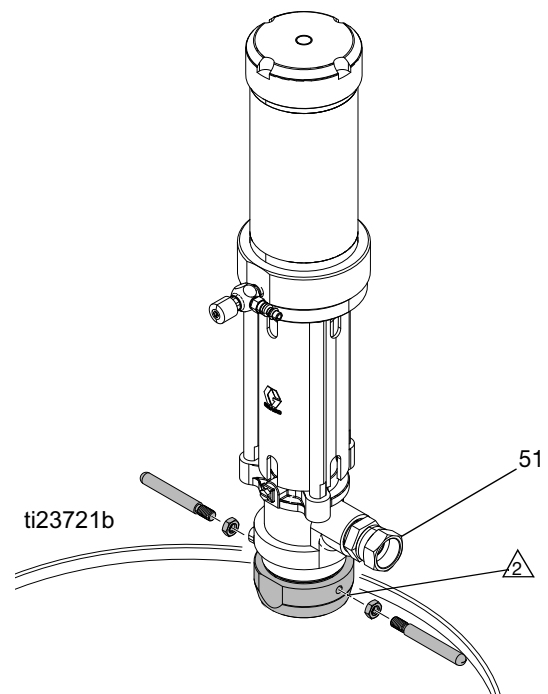

ABB. 7
4. Innendurchmesser und Gewinde des Spundlochadapters einfetten. Die mitgelieferten Griffe montieren und die Kontermuttern festziehen. Die mitgelieferten Griffe montieren und die Kontermuttern festziehen. Dichtung auf korrekten Sitz prüfen und Spundlochadapter (51) sicher in das Spundloch der Tonne schrauben. Pumpe durch den Adapter einführen und sichern. Siehe ABB. 7.